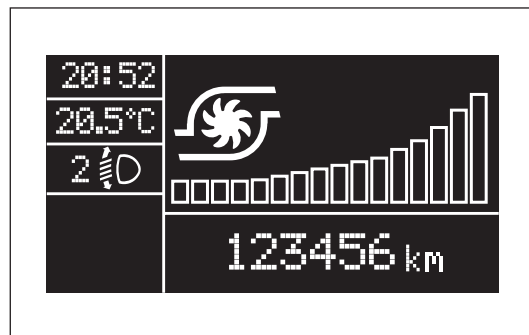

fig. 95
- Page-écran avec pression du turbo-compresseur : fig. 95.